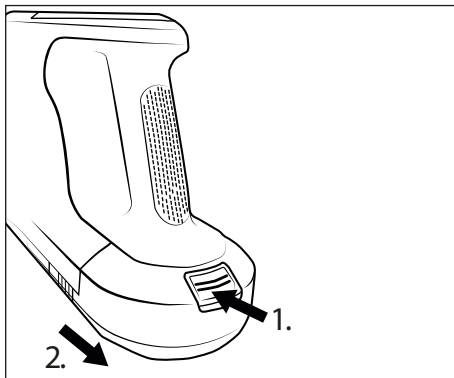

Abb. 13
- ♦ Um den Akku ❷ vom Gerät zu entfernen, halten Sie die Akku-Entriegelungstaste ❶ gedrückt und ziehen Sie den Akku ❷ aus dem Gerät (siehe Abb. 13).